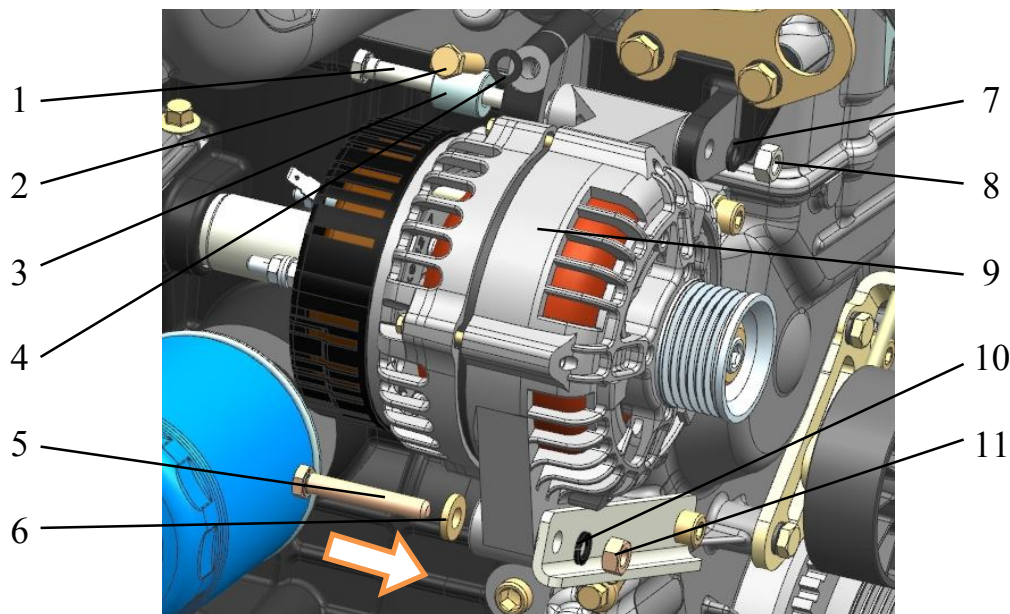

Рис.209. Установка генератора:
**8.** Надеть на болт 1 (рис.209) крепления генератора втулку 3. Совместить отверстия в верхнем кронштейне генератора и проушине генератора 9 и установить болт со втулкой в отверстия верхнего кронштейна генератора и проушины генератора. Завернуть гайку 8 с пружинной шайбой 7 моментом 19,6...24,5 Н·м (2,0...2,5 кгс·м).